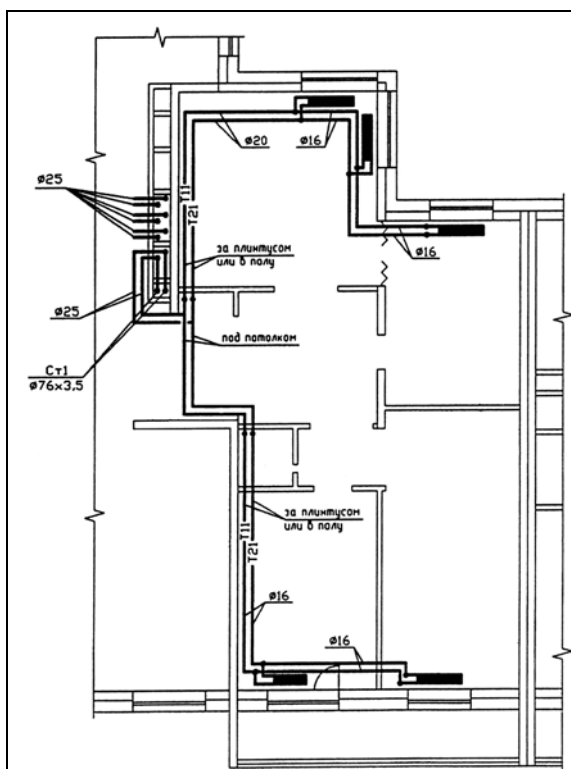

Рис. 1.43. Двухтрубная поквартирная система отопления с периметральной разводкой теплопроводов по квартире
1.21. В отечественной практике находит всё более широкое применение скрытая напольная или плинтусная разводка теплопроводов. На рис. 1.43 и 1.44 показаны схемы поквартирной системы отопления с плинтусной разводкой теплопроводов. Используется также и лучевая разводка теплопроводов от общего для квартиры распределительного коллектора.